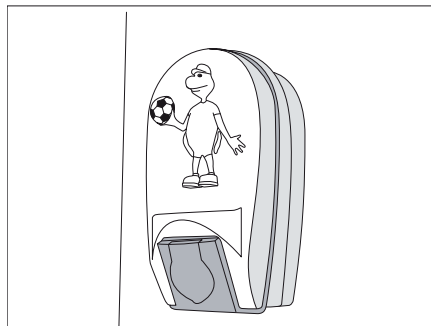

Fig. 167 Lampe de lit d'enfant
- Compresser légèrement le cache de luminaire de la lampe de lit d'enfant (Fig. 167) et l'enlever.